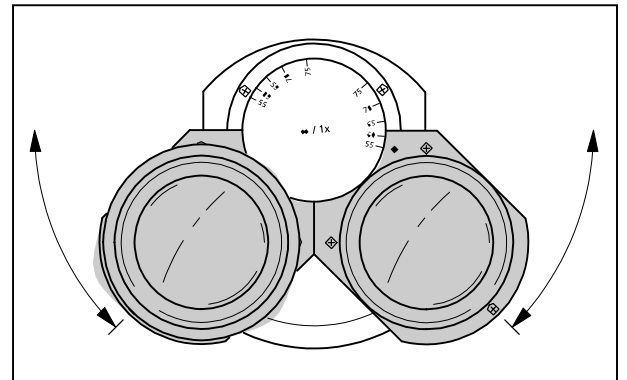

Fig. 3-6 Impostazione della distanza interpupillare sul tubo binoculare
- Per adattare la distanza dell'oculare alla distanza interpupillare dell'utilizzatore, avvicinare o allontanare simmetricamente i tubi dell'oculare l'uno dall'altro (fig. 3-6).